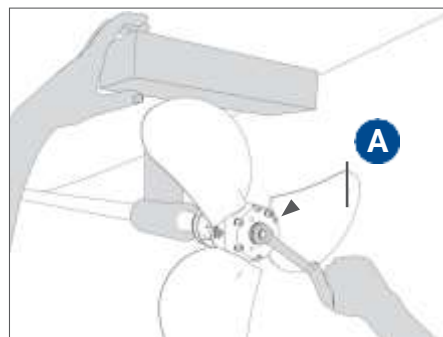

FIG. 14 Bloquer la rotation et visser l'écrou de serrage
- Pour éviter de plier les pales de l'hélice lors du vissage, faire attention de tourner les pales en position de poussée (et non pas en drapeau), et bloquer la rotation avec une cale en bois entre la pale et la coque. (**Fig. 14**).
- Visser l'écrou de serrage **A** (**Fig. 14**) en appliquant un couple de serrage approprié (selon le type d'écrou, comme conseillé dans le TABLEAU DES COUPLES DE SERRAGE). Lors du serrage, faire tourner délicatement les pales et serrer progressivement l'écrou jusqu'à atteindre le couple de serrage indiqué.